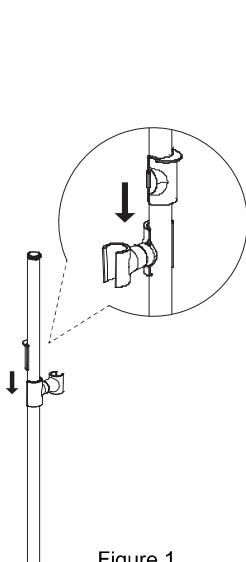

Figure 1
- b) Enrouler le ruban téflon dans le sens inverse des aiguilles d'une montre sur le filetage de l'extrémité G1/2 du connecteur courbe (10), les connecter aux sorties d'eau chaude et froide à l'aide d'une clé. Laissez une profondeur appropriée hors du mur et ajustez la distance entre 2 connecteurs en fonction de la largeur de l'entrée de la barre de douche thermostatique .
- c) S'assurer que les 2 connecteurs courbes sont installés de manière parfaitement droite dans le mur. La distance centrale entre 2 connecteurs courbes est de 150±8mm. Utilisez le niveau à bulle (11) pour vous assurer que la ligne centrale reste horizontale .
- a) Connectez la barre de douche thermostatique (9) sur les connecteurs courbes. Le côté gauche correspond à l'eau chaude et le côté droit à l'eau froide. Utilisez la clé Allen pour la fixer .
- a) Connectez la barre de relèvement à la barre de douche thermostatique(Figure 1/2) et marquez la position du raccord de tuyau sur le mur (Figure 3).